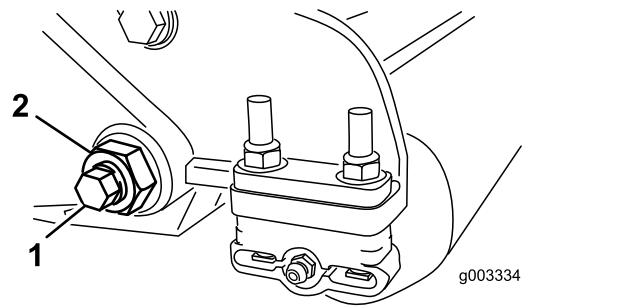

Figura 37
3. En cada lado de la máquina, afloje la contratuerca que fija el perno de la barra de asiento (Figura 37).
4. Retire todos los pernos de la barra de asiento, para poder tirar de la barra hacia abajo y retirarla de la máquina (Figura 37). Guarde las